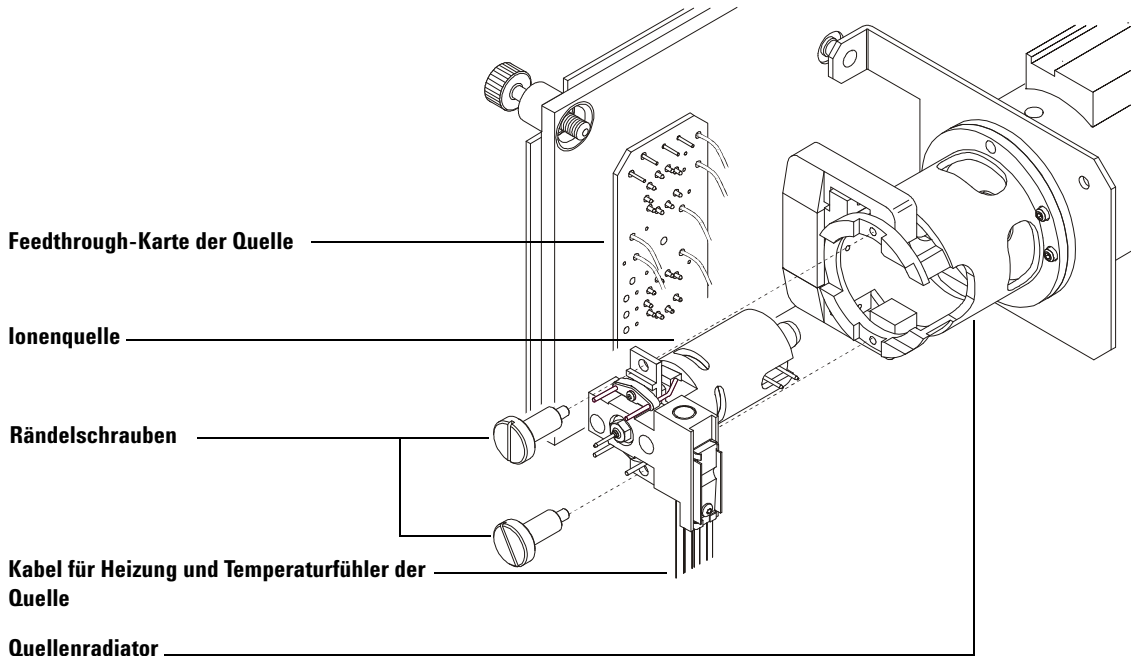

Abb. 26 Ausbauen der Ionenquelle
- 3 Ziehen Sie die sieben Kabel von der Ionenquelle ab. Verbiegen Sie die Kabel nicht unnötig (Abb. 26 und Tabelle 22).